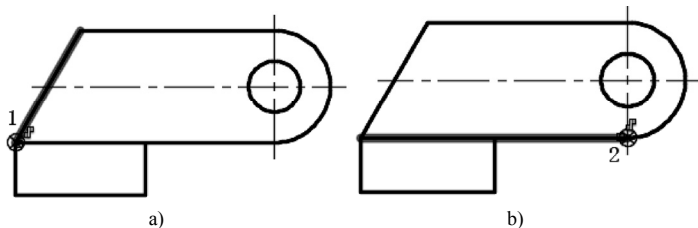
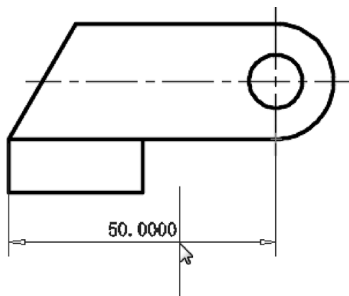
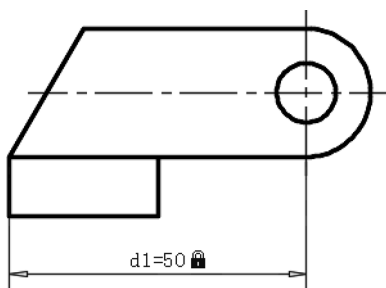

图 7-17 指定两个约束点
图 7-18 指定尺寸线位置
图 7-19 创建水平标注约束
2) 创建一个水平标注约束。单击“水平标注约束”按钮, 分别指定两个约束点, 如图 7-17 所示。然后指定尺寸线位置, 如图 7-18 所示, 此时可以输入值或指定表达式 (名称=值), 这里按〈Enter〉键接受默认值, 完成创建的该水平标注约束如图 7-19 所示。